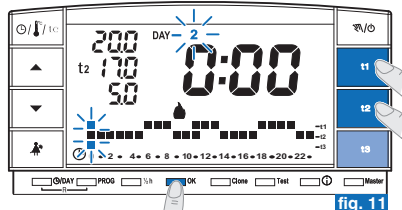

fig. 11
- Une fois la programmation des températures du **Lundi** terminée, recommencer la programmation en cas d'erreur, *(il est possible d'utiliser les touche ▲▼ pour vous déplacer rapidement sur l'heure à reprogrammer sur l'échelle thermique : l'heure correspondante s'affiche sur l'écran)* ou bien appuyer sur la touche **OK** pour confirmer le programme configuré. L'opération de confirmation (**OK**) enverra en mémoire le programme configuré (pour Lundi) et l'écran affichera en clignotant le numéro du Mardi (2) ainsi que les digits correspondant à l'heure **0:00**, superposés à l'échelle thermique programmée pour le jour précédent (fig. 11).
- Si vous souhaitez la même échelle thermique que celle du Lundi, appuyer sur la touche **OK** (ex. sur la fig. 11) : la même échelle sera insérée également pour le **Mardi** le jour **3, Mercredi**, clignotera ainsi que les digits correspondant à l'heure **0:00**.